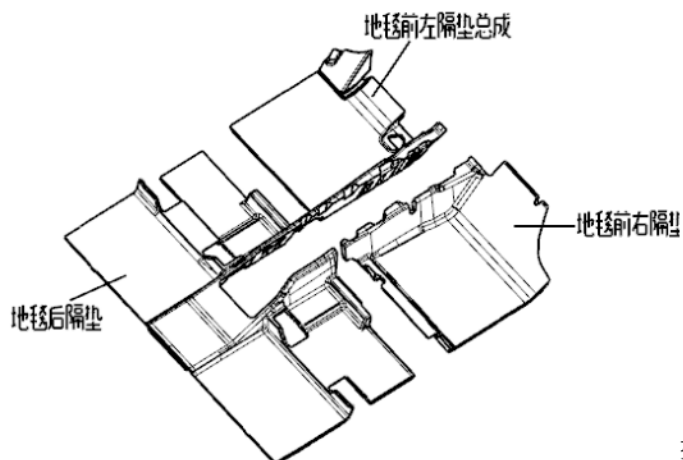

图 1-13-3 地毯隔垫等示意图
- b. 取出地毯前左/右隔垫、地毯后隔垫等，具体结构如图 1-13-3 所示，至此地毯及地毯隔垫拆卸完毕。